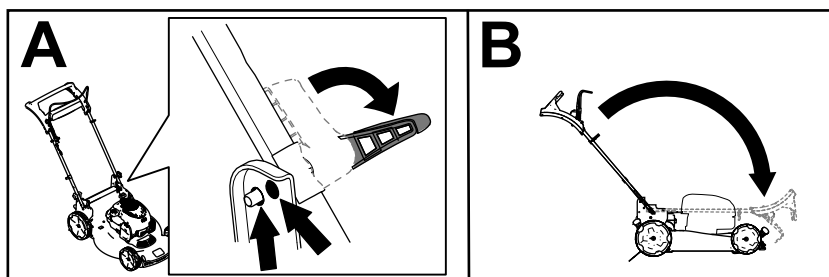

Figura 19
2. Abra las palancas de bloqueo del manillar hasta que pueda mover libremente la sección superior del manillar (Figura 19, A).
3. Pliegue el manillar hacia adelante del todo (Figura 19, B).